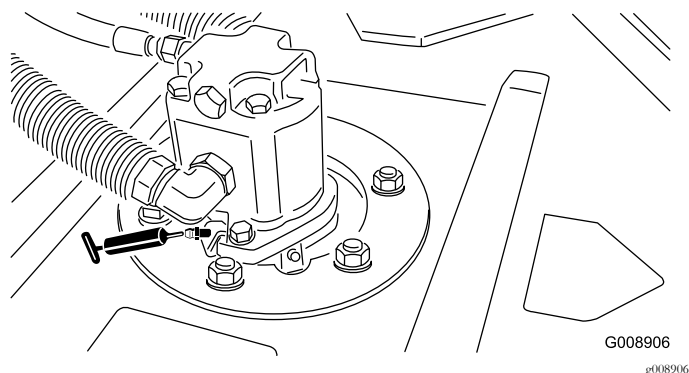

Figure 37
- Roulements d'axes de pivots de plateau de coupe (2 par plateau de coupe)—Figure 37